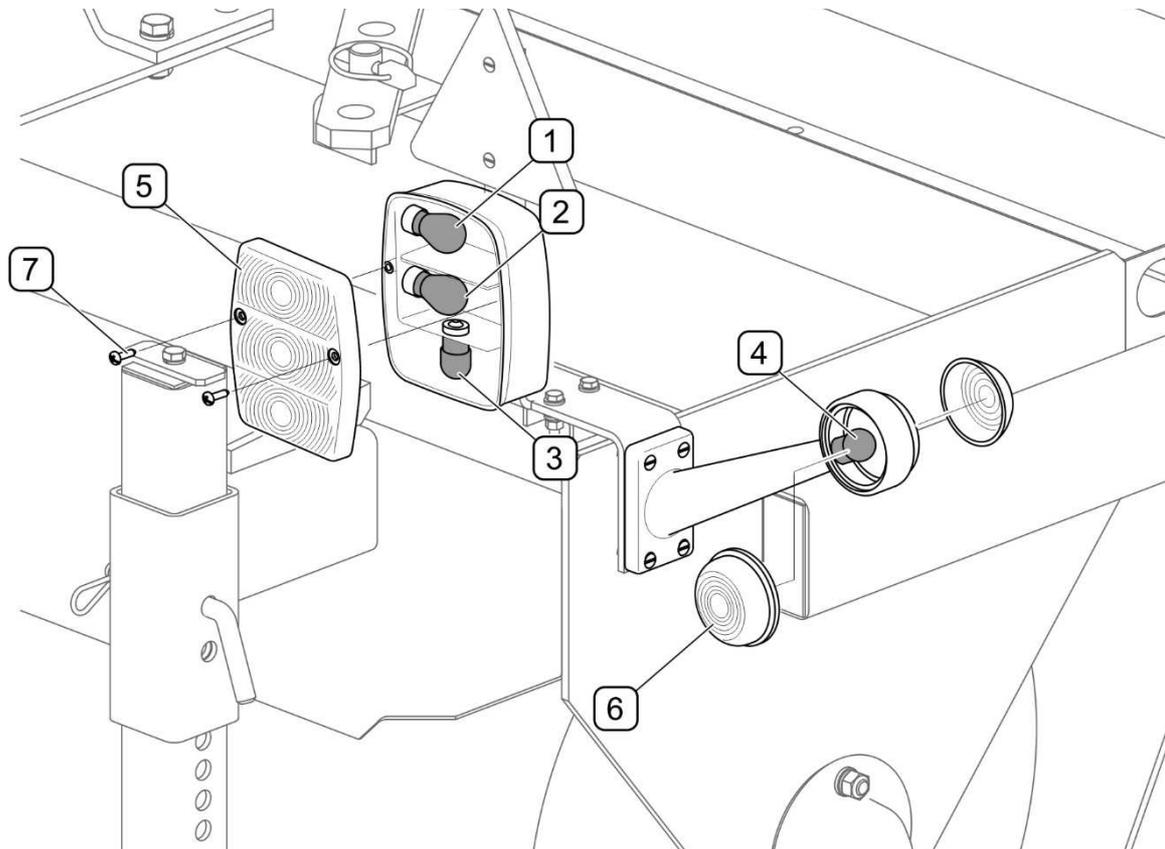

ABB. 5.11 Auswechseln von Glühbirnen
(1) - *Blinker-Glühbirne*; (2) - *Glühbirne der Bremsleuchte*; (3) - *Glühbirne der Rückleuchte*; (4) - *Glühbirne der Umrissleuchten*; (5) - *Lampenschirm der Rückleuchte*; (6) - *Lampenschirm der Umrissleuchte*; (7) - *Schrauben*
Den Stecker in die 7-polige Steckdose am Schlepper stecken und die Funktion der Beleuchtung prüfen. Falls eine Glühbirne in der Rückleuchte durchgebrannt ist, müssen die Befestigungsschrauben (7) des Lampenschirms (5) herausgeschraubt und die Glühbirne ausgewechselt (ABB. 5.11). Um eine Glühbirne in der Umrissleuchte auszuwechseln, muss der Lampenschirm (6) aus dem elastischen Gehäuse herausgenommen werden.
| BEZEICHNUNG (ABB. 5.11) | LAMPENART | GLÜHBIRNE | LEUCHE |
Falls die Elektrik der Sprühvorrichtung nicht einwandfrei funktioniert, muss zuerst der Wasserstand im Behälter und die Verschmutzung der Filter (ABB. 5.11) geprüft werden. Außerdem muss geprüft werden, ob die Steuerleitung mit dem Schalter und die Versorgungsleitung der Wasserpumpe richtig angeschlossen sind.